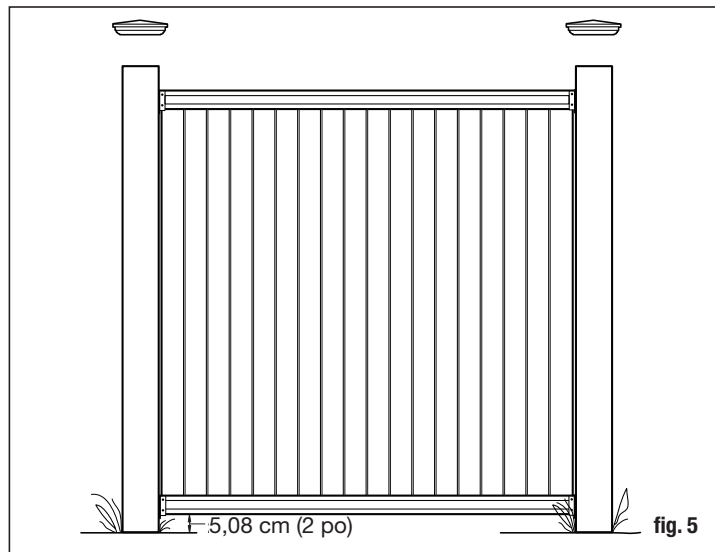

fig. 5
- Starting at a corner, mix concrete in the first hole per the instructions on the bag. Mix thoroughly and install the post into the hole and tap the post to the proper depth. Measure to be sure you can install the finished panel to the post with approximately a 2" gap from the ground to the bottom of the panel. You may also need to leave a space from the highest point of the panel to the top of the post (fig. 5). The spacing allows the cap to be installed on top of the post without interference with the top rail.
- En commençant par un coin, mélangez le béton dans le premier trou en suivant les instructions qui se trouvent sur le sac. Mélangez à fond et installez le poteau dans le trou et appuyez sur le poteau pour l'enfoncer à la profondeur qui conviendrait. Mesurez pour vous assurer de pouvoir installer le panneau terminé au poteau avec un espace d'environ 5 cm (2 po) entre le sol et le bas du panneau. Vous aurez également peut-être besoin de laisser un peu d'espace entre le point le plus élevé du panneau et la partie supérieure du poteau (fig. 5). L'espace permet d'installer le plafond sur la partie supérieure du poteau sans qu'il y ait d'interférence avec la traverse supérieure.